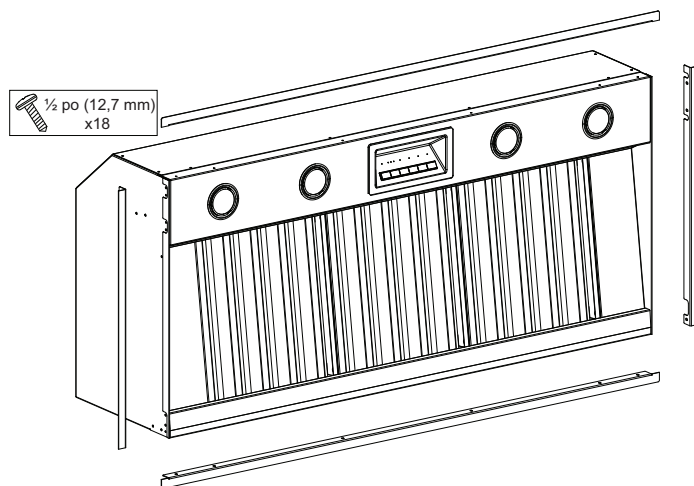

Figure 25 : Installation des garnitures des modèles VCIN
- a) Placez les garnitures latérales à ras le bas du boîtier. Fixez-les en place à l'aide de dix-huit (18) vis de ½ po (12,7 mm), comme illustré sur la Figure 25.